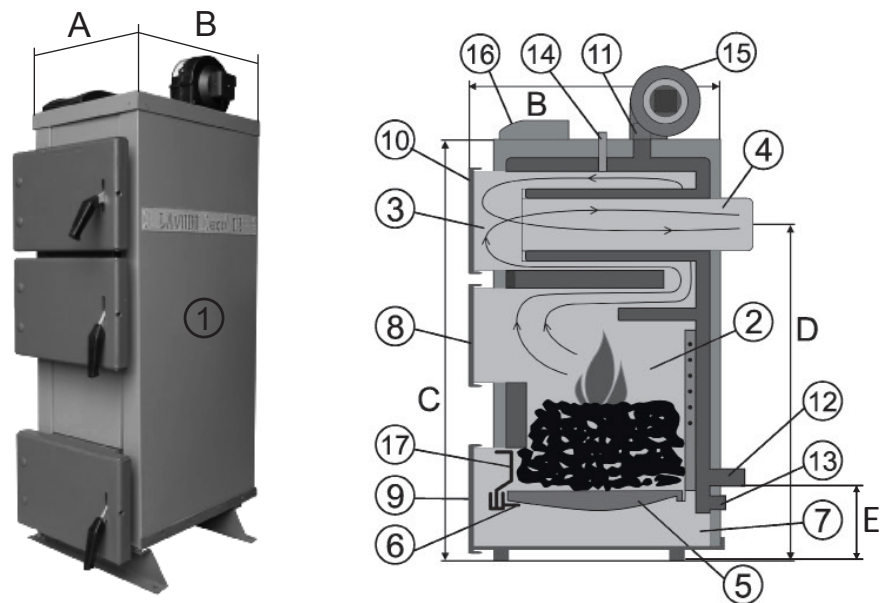

Рис. 1 Котёл «Lavoro L»
4.1. Котёл (рис. 1) состоит из: корпуса (1), топки (2), газохода (3), дымохода (4). В нижней части топки устанавливаются колосники (5) на опоры (6), зольник (7). К передней стенке корпуса котла на осях присоединяются загрузочная дверца (8), дверца для обслуживания (9), дверца для обслуживания газохода (10), патрубок подающего трубопровода (11), патрубок обратного трубопровода (12), патрубок для слива воды с котла (13), патрубок установки термодатчика (14), вентилятор (15), автоматика (16), дверца для удаления золы (17).